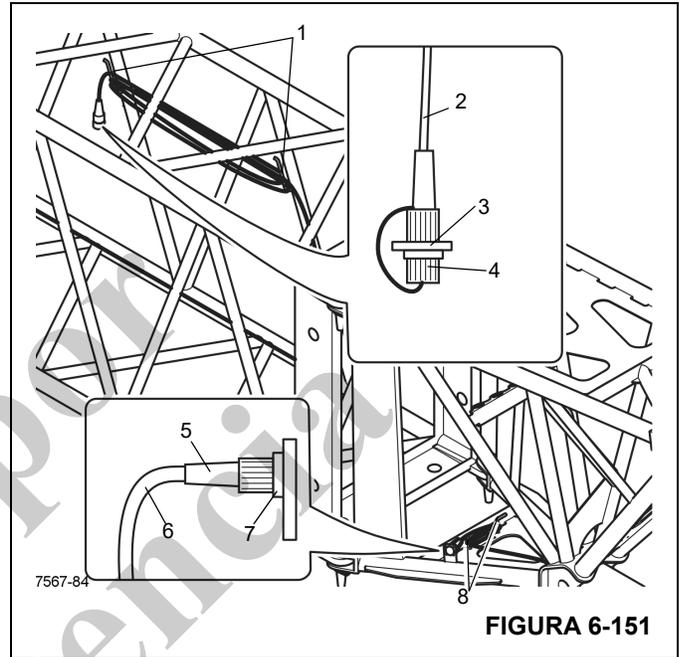

FIGURA 6-151
1. Retire el enchufe de puente (5), (Figura 6-151), del receptáculo (3), (Figura 6-151), y enchúfelo en el receptáculo falso (7), (Figura 6-151).
2. Enrolle el cable (6), (Figura 6-151), en el sujetador (8), (Figura 6-151).
3. Instale la tapa protectora en el receptáculo (3), (Figura 6-151).
4. Enrolle el cable (2), (Figura 6-151), en el sujetador (1), (Figura 6-151).